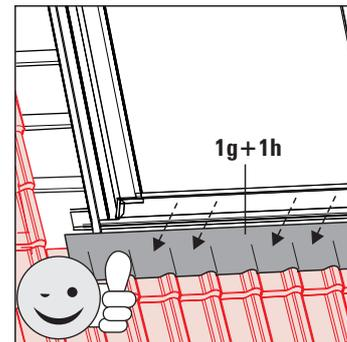

Fig. 3-61 Fase di lavoro 18
18. Esercitare una leggera pressione sulle strisce bituminose per incollarle bene sulla fila di tegole inferiore (fig. 3-61).